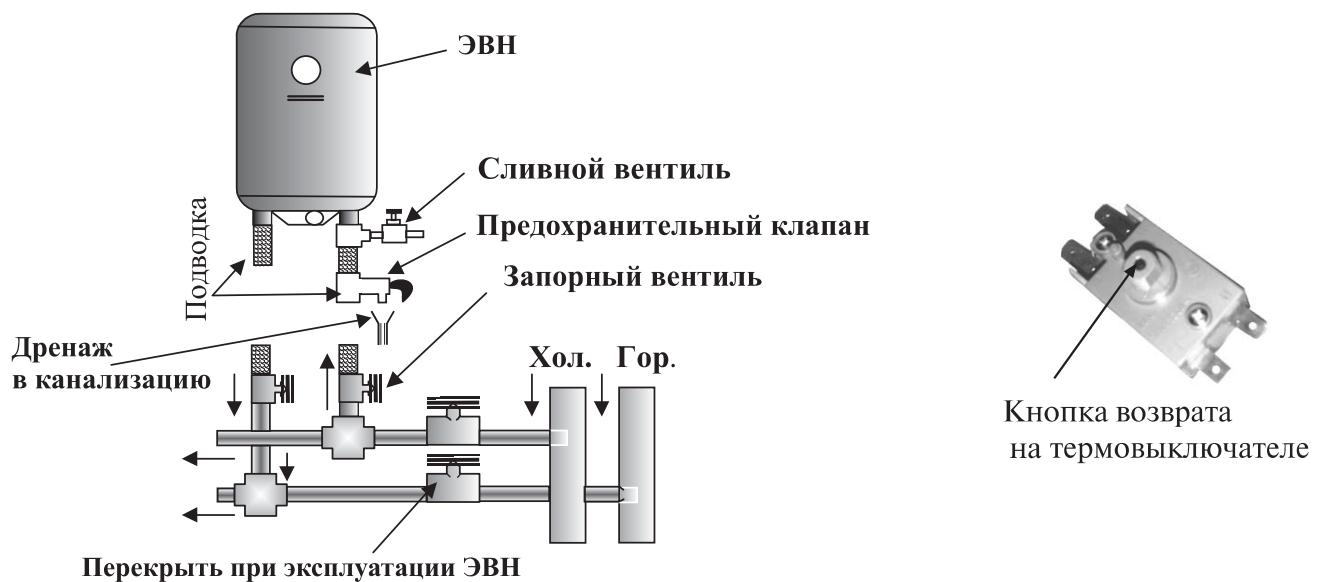

Рис. 1. Схема подключения ЭВН к водопроводу
6.3. При срабатывании датчика термовыключателя прекращается подача электроэнергии к ТЭНу. Для возврата ЭВН в рабочее состояние необходимо нажать кнопку (рис.1) до щелчка. Для доступа к термовыключателю в моделях 30л – 50л нужно снять нижнюю крышку ЭВН, а в моделях 5л – 15л - верхнюю.
7.2. Подключение к системе водоснабжения (рис.1).
Для проведения ТО и удобства слива воды из ЭВН необходимо предусмотреть установку сливного вентиля в соответствии с рис.1.